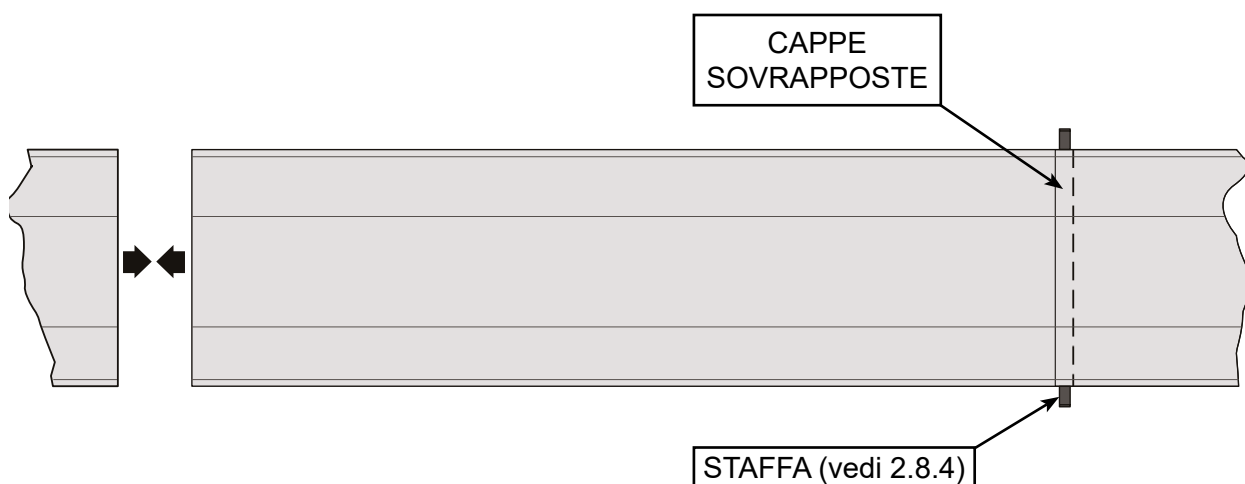

Fig. 2.8
- 2) Prevedere la prima staffa di sostegno del circuito a 2,97 metri circa dall'unità termica; posizionare le staffe successive con un passo di 2,93 metri circa, la posizione delle staffe deve coincidere con la sovrapposizione delle cappe in modo da bloccarle entrambe (fig. 2.8). Per ogni staffa bloccare le cappe con la molla fermacappa (vedi punto 2.8.4).